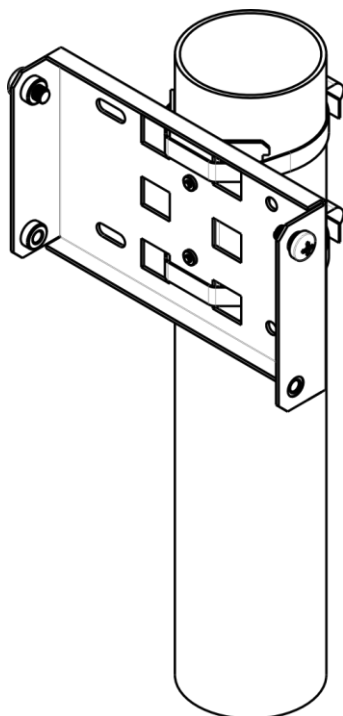

Рисунок 9 – Крепление кронштейна на трубостойку
- a. При помощи хомутов закрепите кронштейн на трубостойку, рисунок 9.
- b. В верхние отверстия установите винты DIN7985 M6. Винты не нужно закручивать до конца, оставьте зазор минимум 3 мм, рисунок 9.